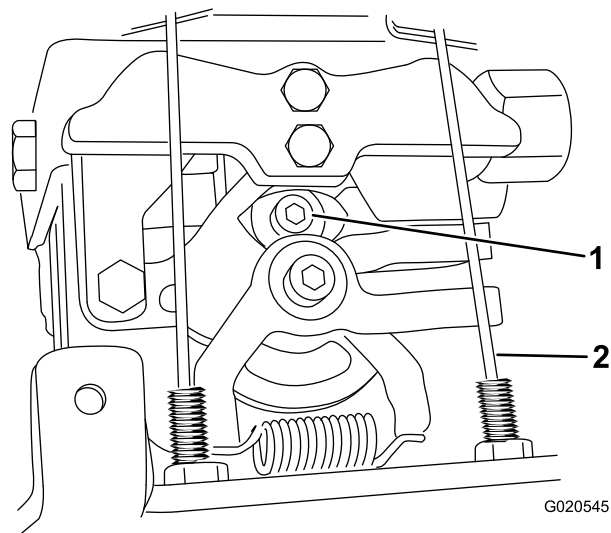

Figura 28
6. Afloje el tornillo de bloqueo (Figura 28) hasta que pueda rotar el brazo de retorno.